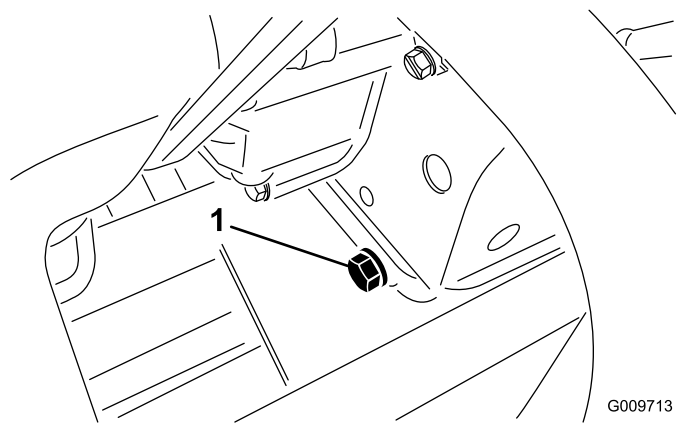

Figura 79
2. Retire o tampão de escoamento (Figura 79) e deixe o óleo escorrer para um recipiente adequado.